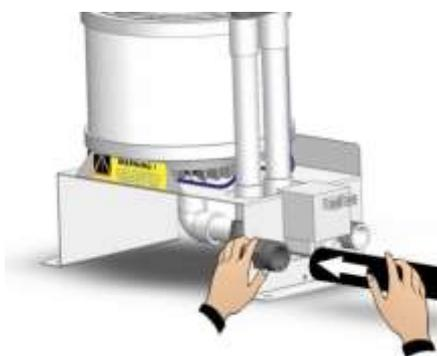

Fig. 18
3. Conecte el tubo de descarga del agua de drenaje al manguito de 25mm de diámetro fijándolo con la respectiva abrazadera suministrada (fig. 18 y 19).